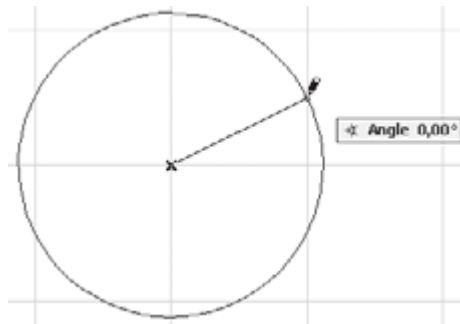

Рис. 3.12. Определение начальной точки дуги
3. Щелчком кнопки мыши определите начальную точку дуги. Вид табло изменится: поскольку длина радиуса зафиксирована, вместо информации о ней появятся сведения о величине угла дуги (рис. 3.12).